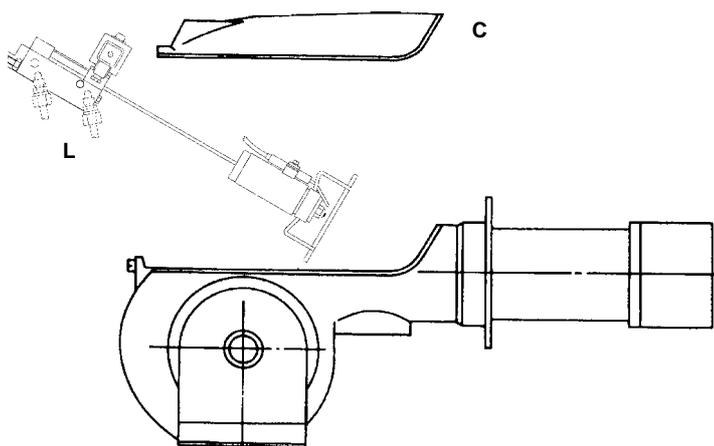

Fig. 13
- smontaggio esame e pulizia testa di combustione (vedere Fig. 13), nel successivo rimontaggio rispettare scrupolosamente le misure riportate a pagina 19;